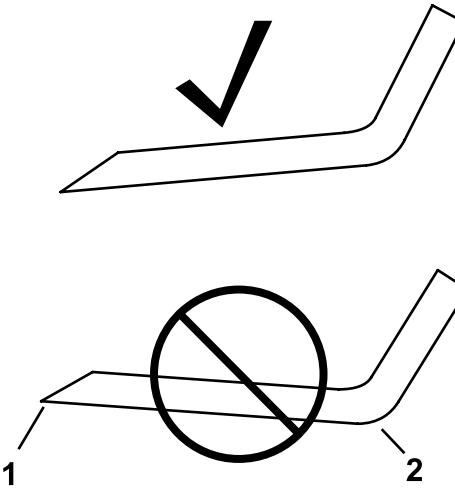

**Figura 74**
4. Inspeccione los filos de corte de todas las cuchillas. Afile los bordes de corte si están romos o tienen mellas; afile únicamente la parte superior del filo y mantenga el ángulo de corte original para asegurar un afilado correcto (Figura 74).